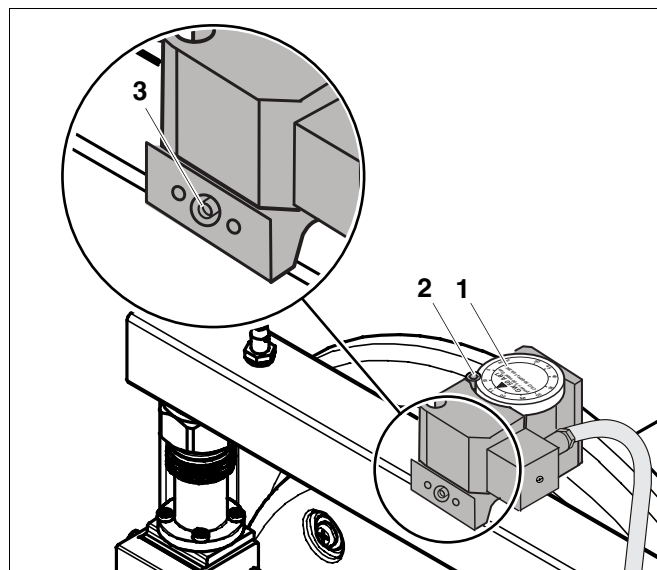

Abb. 33 Gasdruckwächter prüfen
- Verschlusschraube des Messnippels (Abb. 33, **Pos. 3**) am Gasdruckwächter um eine halbe bis ganze Umdrehungen lösen.
- Manometer an Messnippel (Abb. 33, **Pos. 3**) anschließen.
- Nach Abschluss der Arbeiten an der Gasarmatur Dichtheitskontrolle am Messnippel (Abb. 33, **Pos. 3**) durchführen.